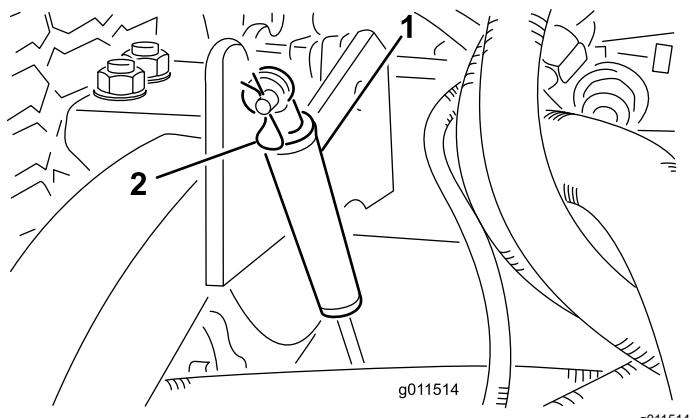

Bild 89
2. Nehmen Sie den Splint ab, mit dem die Stoßdämpfer an den Hubarmen befestigt sind (**Bild 89**).